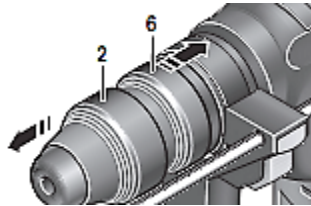

Рисунок 2
3.5 Для зняття патрону відтягніть DFR-кільце (6) назад, притримайте його в цьому положенні і вийміть раніше встановлений змінний патрон (SDS-plus або швидко-затискний патрон) вперед з гнізда (дивіться рисунок 2).